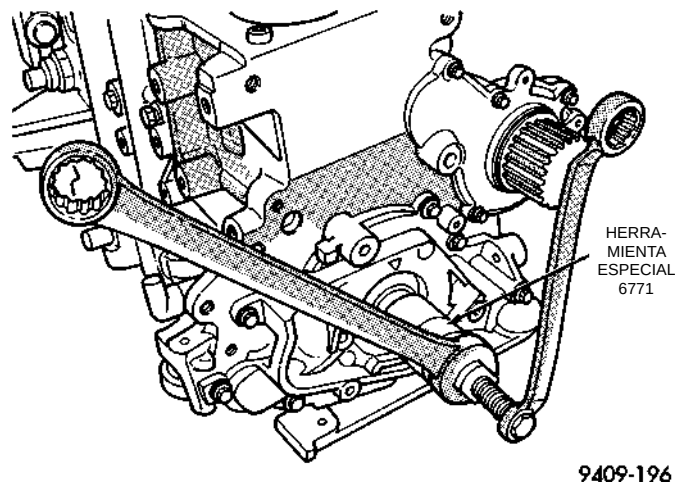

Fig. 58 Junta de aceite delantera del cigüeñal—Desmontaje
- (4) Utilice la Herramienta 6771 para retirar la junta de aceite delantera del cigüeñal (Fig. 58). No dañe la superficie de contacto de la junta en el cigüeñal.